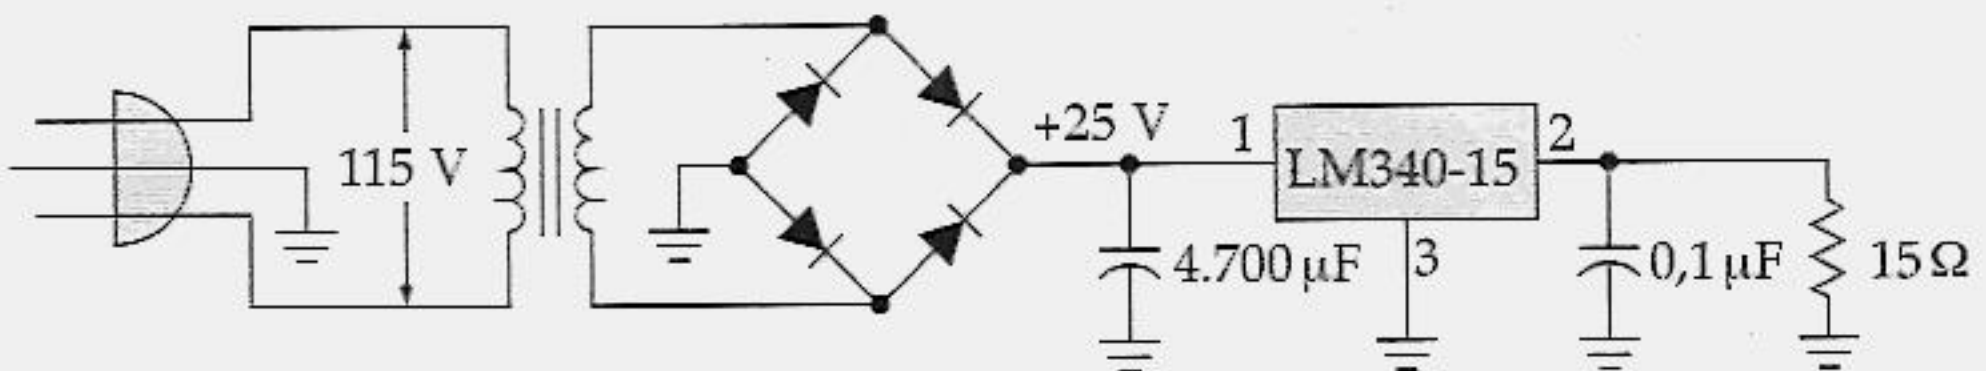

Figura 23.31
- 23.11 Qual a corrente de carga no circuito da Figura 23.31? E a ondulação de saída?
- 23.12 Se a tensão de linha for de $115\text{ V} \pm 10\%$ no circuito da Figura 23.31, qual a máxima corrente de carga? E a máxima ondulação?
- 23.13 Se a resistência de carga for alterada para $180\ \Omega$ no circuito da Figura 23.31, qual a ondulação de saída?